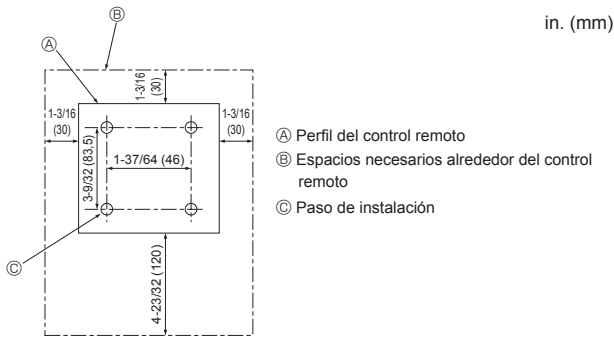

Fig. 5-5
1) Procedimientos de instalación (Fig. 5-5)